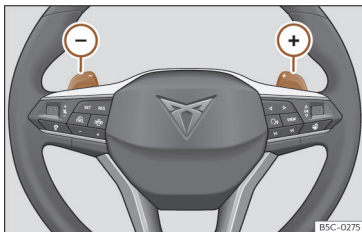

Fig. 127 Volante: alavancas para mudança automática de velocidades.
- Pressione a alavanca de mudanças (+) para engrenar uma velocidade mais alta >>> **Fig. 127**.